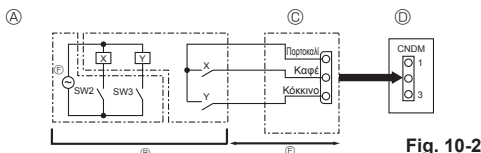

Fig. 10-2
10.2. Λειτουργία ρύθμισης (επιτόπου τροποποίηση) (Fig. 10-2)